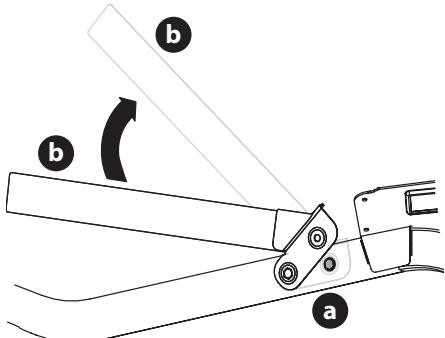

Figura 3
1. Extraiga los dos tornillos de arandela hexagonal (a) que están instalados parcialmente en el bastidor (Figura 3).
2. Gire el aro superior (b) hasta que quede en su posición (Figura 3).